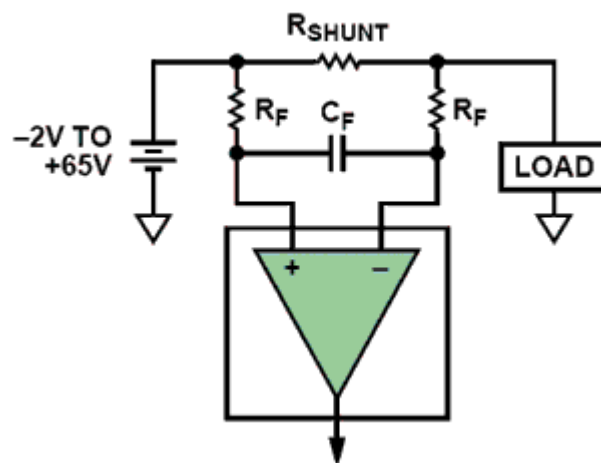

图 6 输入滤波器
**外部输入滤波影响：**如果在高端电流检测应用中使用外部滤波，架构影响非常大。输入滤波器的目的是平滑输入噪声和电流尖峰，结构通常如图 6 所示。